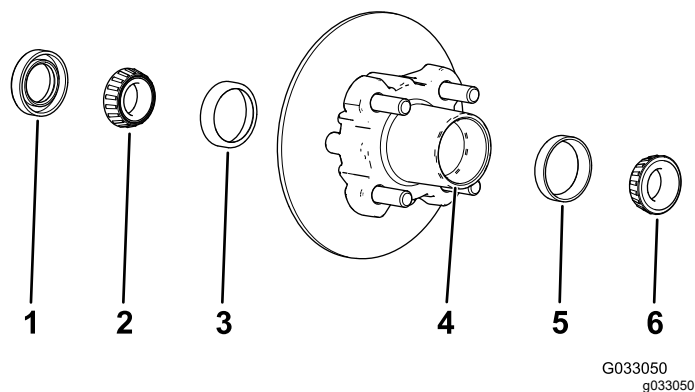

図 29
1. ハブから外側のベアリングとベアリングレースを取る 図 29。
2. ハブから、シール、内側のベアリングを外す 図 29。
5. ハブについているグリス、ごみなどをきれいに取除く 図 29。
- キャビティの50-80 %程度にグリスを詰める 図 29。
- ハブの内側に内側ベアリングを取り付け、シールをはめる 図 29。